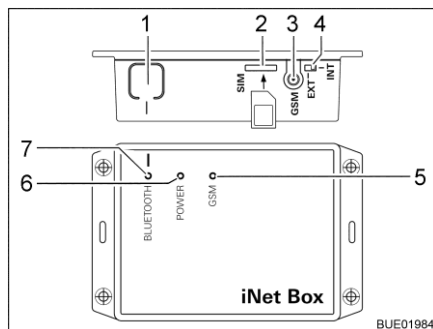

Fig. 84 Truma iNet-Box
- Pulsar la tecla BLUETOOTH (Fig. 84,1) en la iNet-Box por 1 segundo. La Truma iNet-Box estará visible por aprox. 2 minutos en el terminal móvil (nombre: "Truma iNet-Box"). Durante este intervalo, el LED BLUETOOTH azul (Fig. 84,7) estará parpadeando.
- Insertar la tarjeta mini SIM con número de teléfono propio y suficiente crédito cuidadosamente en la ranura (Fig. 84,2) de la Truma iNet-Box del modo mostrado hasta que engatille. El LED GSM rojo (Fig. 84,5) deberá parpadear de manera permanente. Si el LED rojo se apaga después de 20 segundos: Controlar la tarjeta mini SIM.